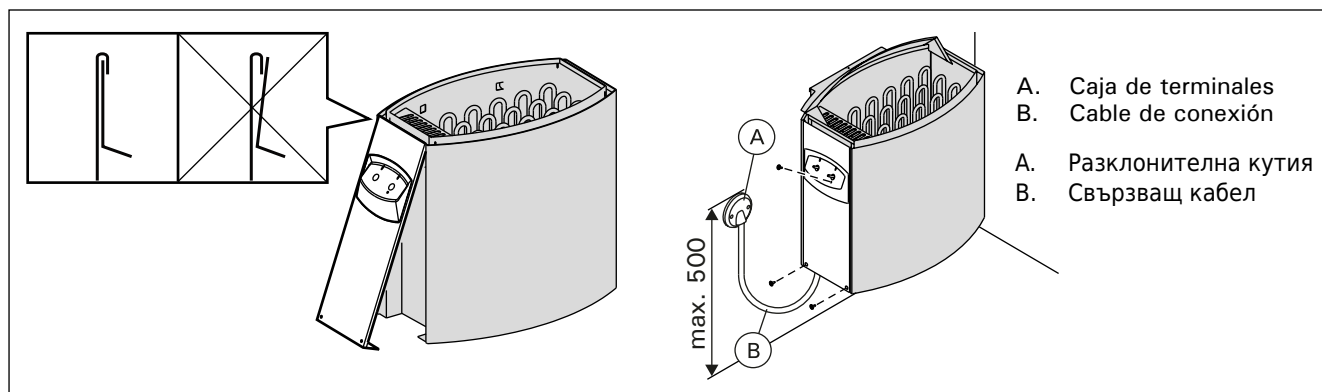

Figura 8. **Cerrar la tapa de la caja de conexiones (todas las dimensiones en milímetros)**
- El calentador está conectado de forma semiestacionaria a la caja de terminales (figura 8: A) de la pared de la sauna. La caja de terminales debe estar protegida contra salpicaduras y su altura máxima desde el suelo no debe superar los 500 mm.
- El cable de conexión (figura 8: B) debe tener un recubrimiento de goma de tipo HO7RN-F o equivalente. **NOTA: se prohíbe el uso de cables aislados con PVC por su fragilidad cáustica térmica como cable de conexión del calentador.**
- **Al cerrar la tapa de la caja de conexiones asegúrese de que el borde superior de la cubierta está bien colocado.** Si el borde superior está fuera de lugar el agua puede entrar en la caja de conexiones. Figura 8.